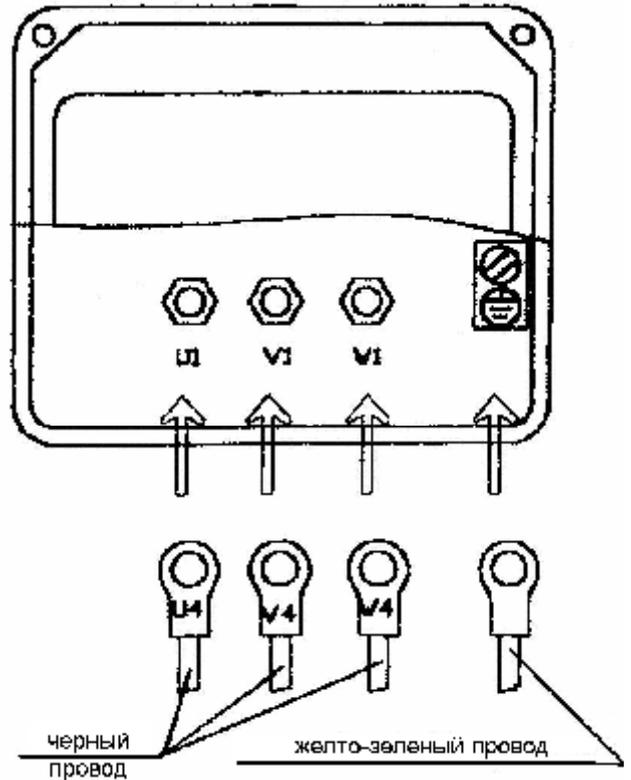

Рис. 2.5
2.3.6.1. Установите двигатель подъема консоли и закрепите болтами. Откройте распределительную коробку двигателя и подсоедините провод в соответствии с его обозначением (см. рис. 2.5). Затем закройте распределительную коробку и закрутите винт на ней.
2.4.7.2. Подключение двигателя системы гидравлики (смотрите рисунок 2.5): установите двигатель в соответствии со схемой установки и затяните болт, откройте распределительную коробку, подсоедините провода в соответствии с их номерами и затяните их.
2.4.7.3. Установка главного двигателя (смотрите рисунок 2.5). Правильно установите двигатель и затяните болты, откройте распределительную коробку, подсоедините провода в соответствии с их номерами и закрепите их.
2.4.7.4. Установка двигателя насоса СОЖ (рисунок 2.5): после установки двигателя и фиксации болтов откройте распределительную коробку, подсоедините провода в соответствии с их номером, закройте крышку и затяните ее.